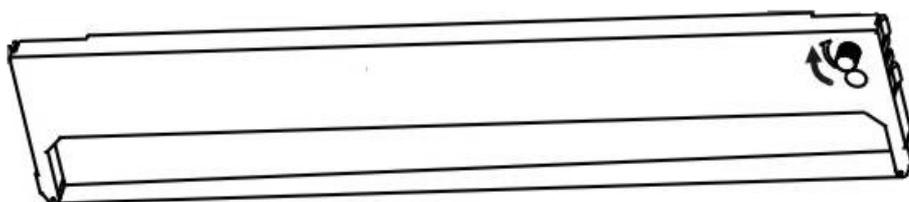

图 2-8 色带架
4. 握住色带架，圆状旋钮（色带张紧旋钮）朝向自己，色带露出部分向下，并按色带架上的箭头方向旋转色带张紧旋钮（如图 2-8 所示），以绷紧色带，便于安装。